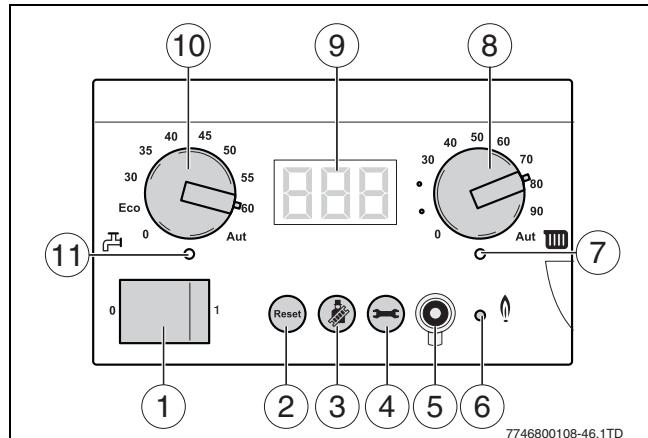

Fig. 6 Panou de comandă
- Setați întrerupătorul de pornire/oprire în poziția „1“ (→ Fig. 6, [1]).